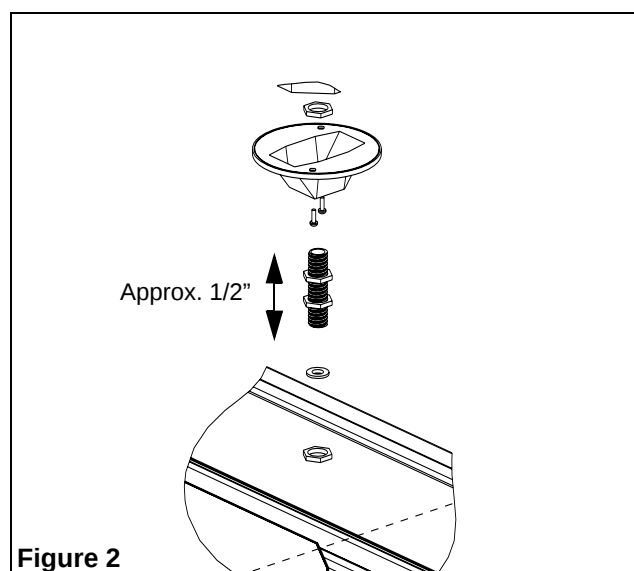

Figure 2
4. Installer le raccord fileté au pavillon en vissant un écrou hexagonal sur un des bout du raccord et en insérant le raccord dans l'ouverture centrale du pavillon (voir fig.2) Visser un 2e écrou à partir du dessous du raccord pour venir serrer le pavillon entre les deux écrous. Installer le 3e écrou en laissant une distance approximative d'un demie pouce (voir fig.2). Installer la rondelle d'étanchéité et le dernier écrou puis serrer le tout.